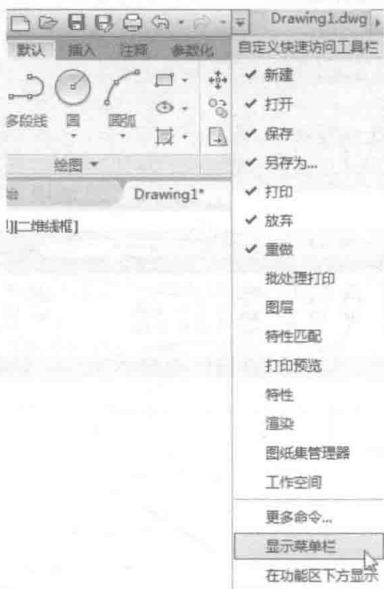

图 1-5 下拉菜单
- (1) 单击 AutoCAD 快速访问工具栏右侧三角形，在打开的快捷菜单中选择“显示菜单栏”选项，如图 1-5 所示。